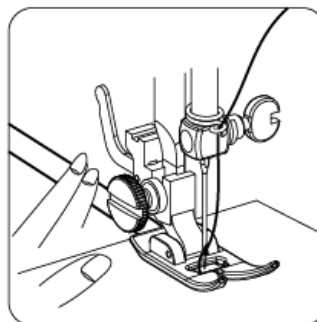

Abb.16
3. Klappen Sie den Nähfuß nach unten. (Abb. 16).